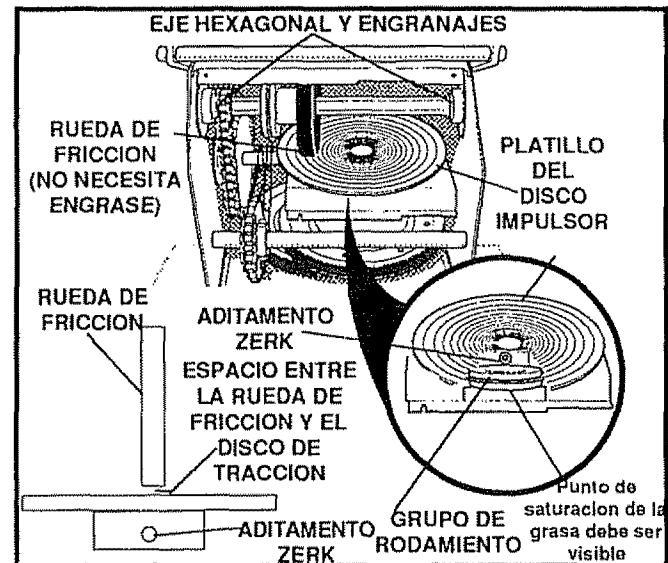

FIG. 18
- Sistema de transferencia de peso - Recubra la placa de transferencia de peso (Vea Fig. 18) con grasa tipo adherente, tal como Lubriplate, cada diez (10) horas y antes del almacenamiento.
- Disco de tracción - Utilice grasa Moly para alta temperatura y presión (Hi Temp EP Moly), y un engrasador manual, para engrasar el aditamento zerk colocado debajo del disco (vea la llamada interna en la Fig. 18) cada 25
- Eje de transmisión y engranajes - Por medio del uso de una pistola de engrase manual, lubrique el zerk del conjunto del husillo, el eje de transmisión y conjunto de engranajes y el eje de transmisión hexagonal (Fig. 18) una vez al año.
NOTA: Para almacenamiento, el eje de transmisión hexagonal y engranajes deben limpiarse con aceite de motor 5W30 para prevenir la oxidación (Véase la Fig. 18)